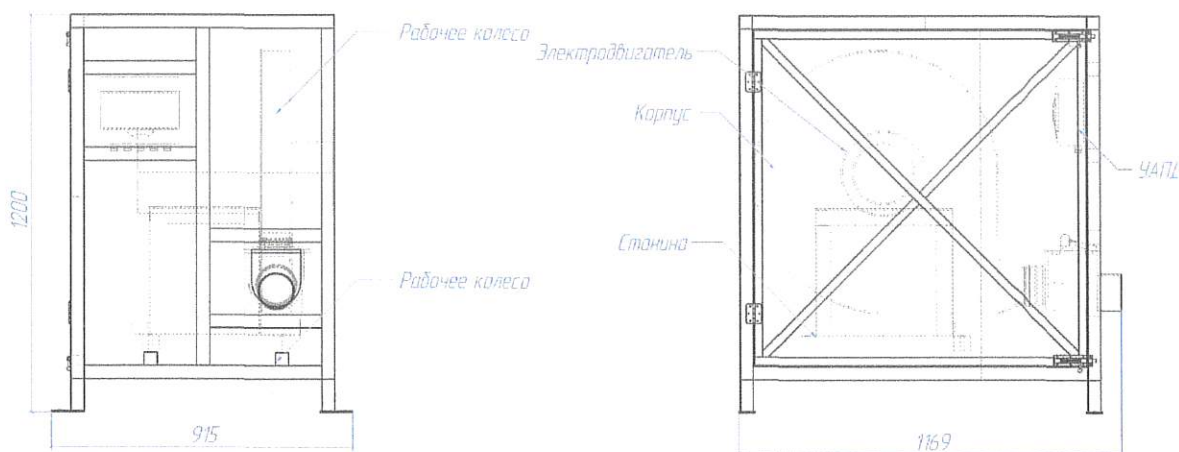

Рис.1
4.1. Габаритные, установочные и присоединительные размеры блока показаны на рис.1.